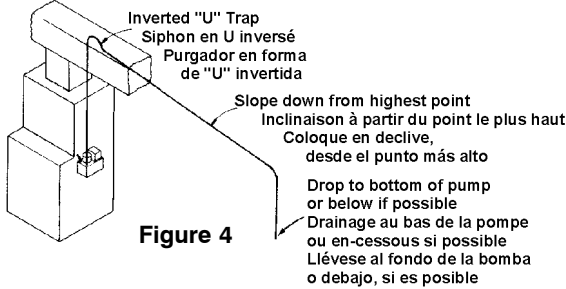

Figure 4
1. Run flexible tubing or pipe from evaporator drain into one of the three pump inlets. Be sure inlet piping is sloped downward to allow gravity flow (Figure 4). Extend the inlet piping into the tank from 1 to 3 inches to ensure that it will not interfere with proper float operation. Be sure that the inlet piping is cut at an angle where it enters the tank.
1. Courant flexible tubage ou pipe dès evaporator drain into 1 de la 3 pompe inlets. Pour permettre un bon écoulement, s'assurer que le tuyau d'admission est bien dirigée vers le bas (Figure 4). Introduire le tuyau d'entrée de 1 à 3 pouces (de 2,5 à 7,5 cm) à l'intérieur du réservoir afin de s'assurer qu'il ne nuise pas au fonctionnement du flotteur. Vérifier que le tuyau d'entrée est coupé en angle à son entrée dans le réservoir.